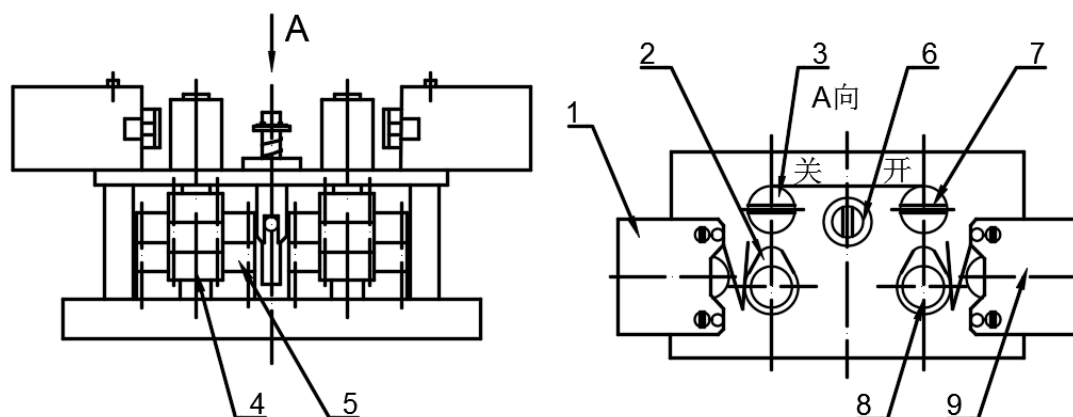

图 3
- 5.行程控制器：采用十进制计数器原理，控制精度高。为全系列通用部件，其结构见图 3。其工作原理为：由减速箱内的一对大小伞齿轮，带动主动小齿轮（ $Z=8$ ），再带动行程控制器工作。如果行程控制器按阀门开、关的位置已调整好，当控制器随输出轴转动到预先调整好的位置（圈数）时，则凸轮将转动 90 度，迫使微动开关动作，切断电机电源，使电机停转，从而